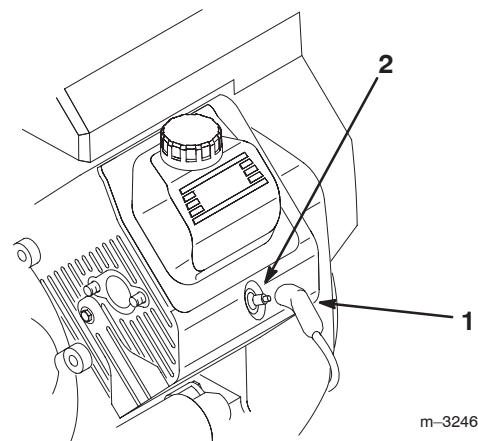

Figure 54
- Débranchez les fils des bougies (Fig. 54).
- 3. Rebranchez les bougies (Fig. 54).